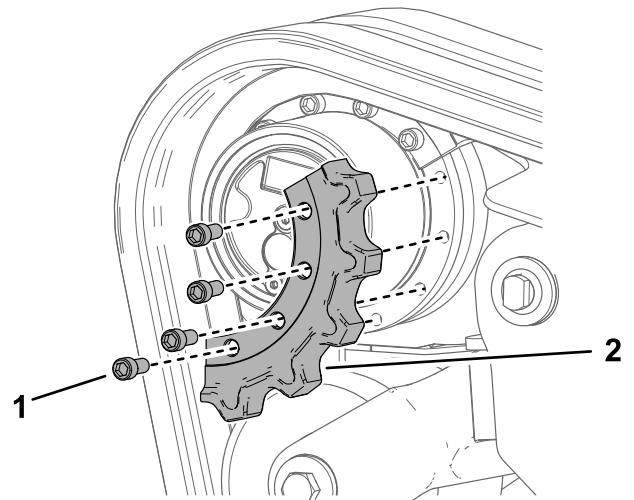

Figura 68
1. Tornillo (4)
12. Retire el segmento del piñón (Figura 68).
7. Aplique fijador de roscas a los pernos de uno de los segmentos del piñón de arrastre que retiró e instale el segmento del piñón (Figura 68). Apriete los pernos a 247–301 N·m (182–222 pies-libra).